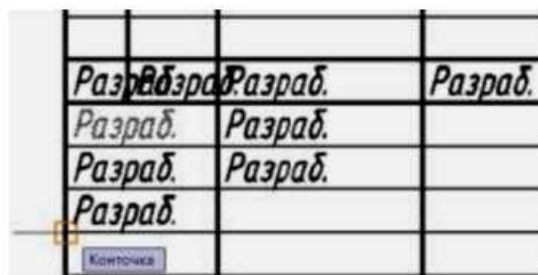

Рис. 47. Копирование слова *Разраб.* с объектной привязкой «контточка»
8.1. Для упорядоченной записи текста в графах, т.е. для того, чтобы положение текста относительно рамки графы было одинаковым, там, где это требуется, скопируем слово *Разраб.* в другие соответствующие графы штампа, указывая базовую точку в левом нижнем углу рамки графы (рис. 47).